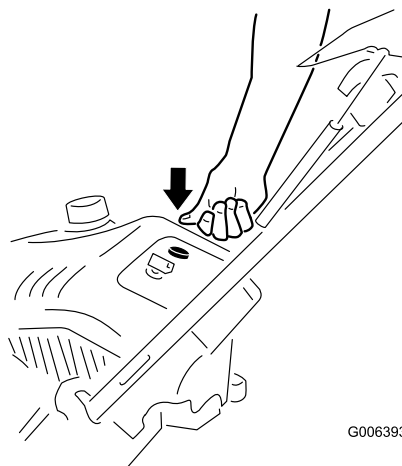

Рисунок 13
3. Резко нажмите 3 раза кнопку заливного насоса большим пальцем, каждый раз на секунду удерживая ее в нажатом состоянии перед отпусканием (Рисунок 13).